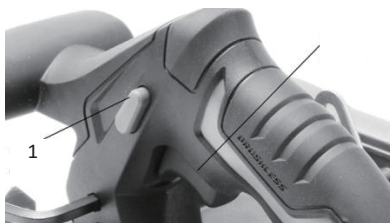

Fig. 5
6.2 Mise en marche et arrêt (Fig. 5)
- Démarrez la scie circulaire en appuyant d'abord sur l'interrupteur de sécurité (1) puis sur l'interrupteur marche/arrêt (2).
- Le carter de protection inférieur (18) s'ouvre automatiquement lorsque la scie est poussée vers l'avant. N'ouvrez pas le carter de protection inférieur (18) manuellement.
- Arrêtez la scie circulaire en relâchant l'interrupteur marche/arrêt (2).